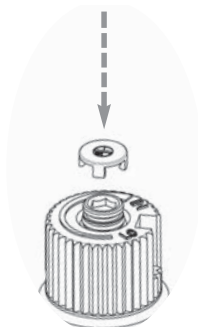

Fig. 6
- 16) Re-assemble the black protection cap (Fig. 6).